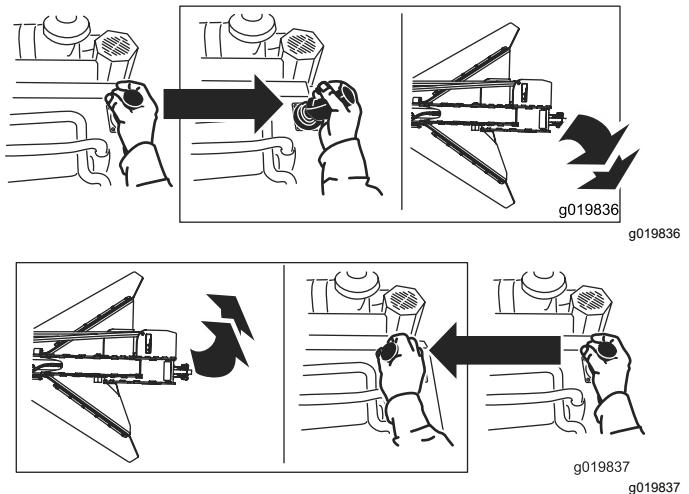

Figura 15
- Per ruotare il fresa ceppi a destra o sinistra, spostate la leva nella direzione desiderata (Figura 15).